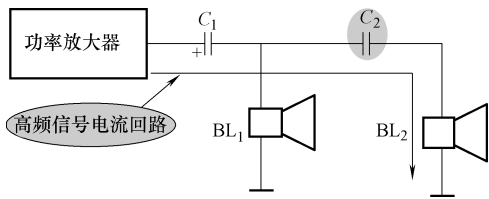

图 1-19 高频信号电流回路示意图
2) 高音信号传输过程。由于高音的频率比较高， $C_2$  对此频率的容抗小，这样高音信号顺利通过  $C_2$  加到高音扬声器  $BL_2$  中，使高音由高音扬声器来重放，图1-19所示是高频信号电流回路示意图。